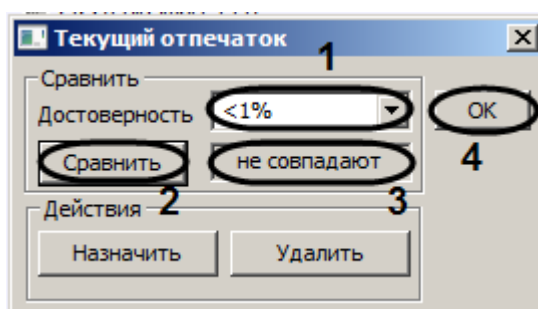

Рис. 3.11—2 Сравнение с отпечатком пользователя
6. Из раскрывающегося списка **Достоверность** выбрать требуемую степень различия отпечатков (см. Рис. 3.11—2, 1).
7. Нажать на кнопку **Сравнить** (см. Рис. 3.11—2, 2). Результат сравнения будет отображен в текстовом поле (см. Рис. 3.11—2, 3).
8. Нажать на кнопку **OK** для завершения сравнения (см. Рис. 3.11—2, 4).